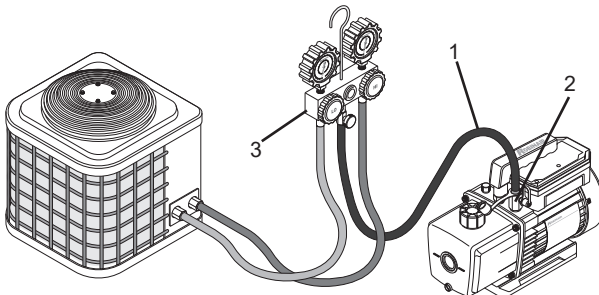

Figura 6
3. Conecte una manguera de servicio de refrigeración (1) a la entrada de la bomba de vacío (2) y el juego de manómetros (3) (consulte Figura 6).
4. Conecte las mangueras de servicio del lado alto y del lado bajo a los respectivos puertos de servicio del sistema A/C-R (consulte Figura 6).
1. Cierre la o las válvulas del colector entre la bomba y el sistema *(consulte Figura 6)*.
2. Quite la manguera de la entrada de la bomba (2) *(consulte Figura 6)*.
4. Tape el puerto de entrada para evitar que entre contaminación o partículas sueltas en el puerto (2) *(consulte Figura 6)*.